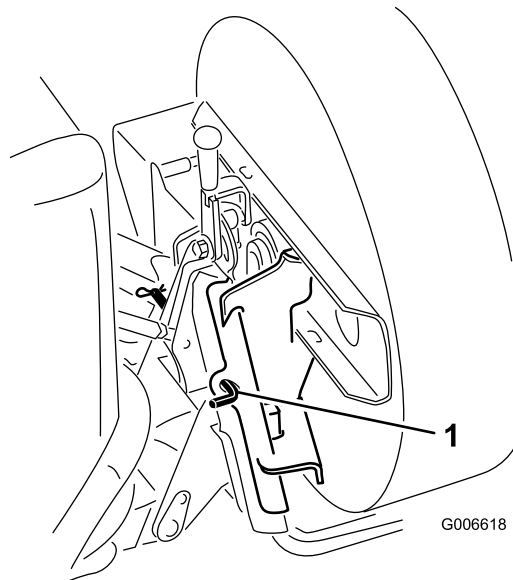

図 5
5. アダプタにロックピンを通して、ヘアピンコッターで固定する 図 5。